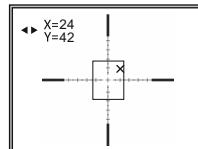

Fig.4
9) En la pantalla aparecerán: la cruz auxiliar X de color rojo, las flechas horizontales y las coordenadas de la cruz auxiliar ☰ ↔ X=00 Y=00 (Fig.4).